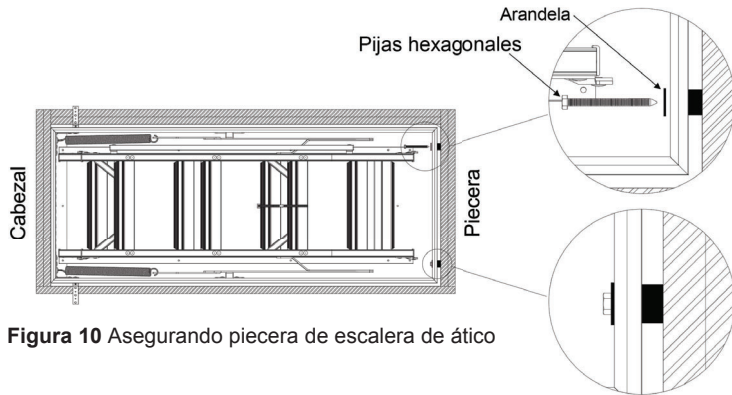

Figura 10 Asegurando piecera de escalera de ático
M. Instaladores #1 y #2: Con el cabezal de la escalera de ático asegurado por las correas metálicas, la piecera ahora puede ser asegurada. Revise las cuñas posicionadas en la piecera para asegurarse de que aún estén centradas en las ubicaciones de las perforaciones de los (2) bujes plásticos. Instalador #2: Perfore orificios guía de 3" de profundidad a través de las cuñas y vigas del techo e instale una pija hexagonal y una arandela en cada ubicación para asegurar permanentemente la escalera de ático. Ver Figura 10. Instalador #1: Sujete las cuñas de forma segura para evitar que se roten durante la perforación y el atornillado.